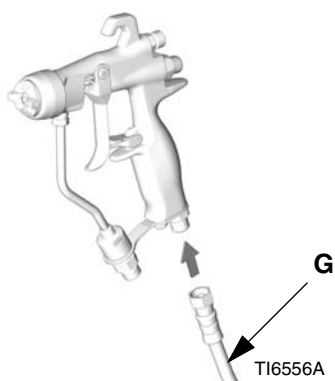

FIGURA 2
2. Installare un regolatore di pressione aria (C) sulla linea di alimentazione aria della pistola per regolare la pressione dell'aria alla pistola.
3. Installare una valvola di arresto dell'aria (B) sulla linea aria della pistola e sulla linea aria della pompa per arrestare l'aria in arrivo alla pistola.
5. Collegare il flessibile dell'aria (G) all'ingresso aria della pistola da 1/4 npsm. Vedere la FIGURA 2.